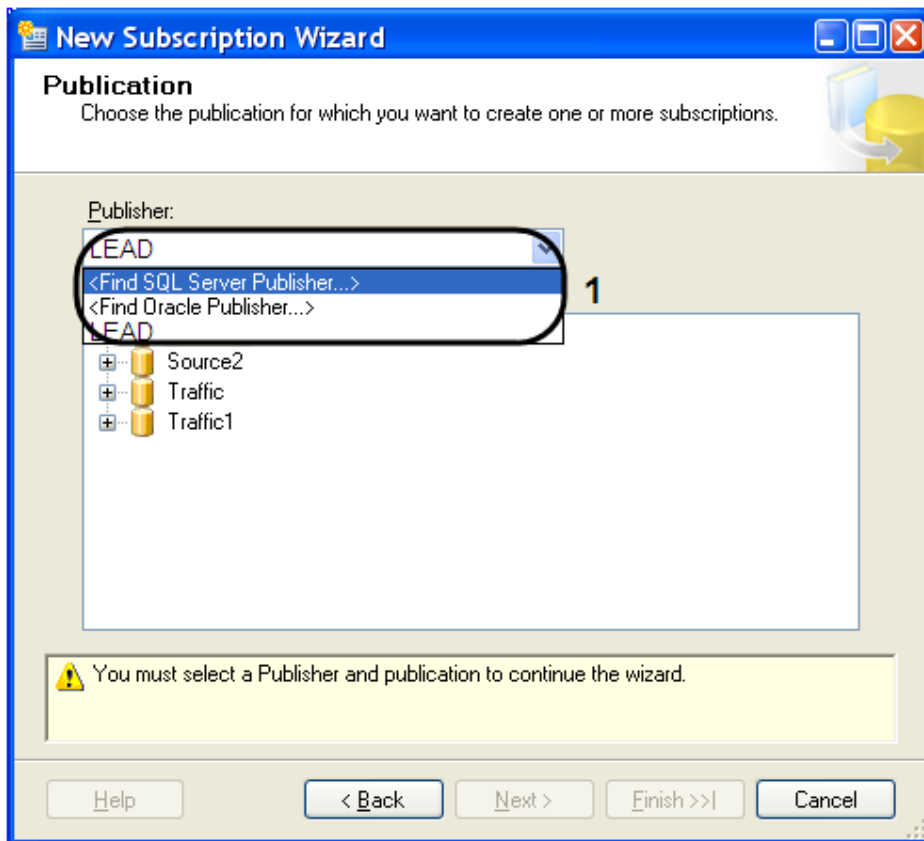

Рис. 11.3-13. Выбор публикующего сервера
7. Необходимо выбрать публикующий сервер из раскрывающегося списка «Publisher» (Рис. 11.3-13, 1).